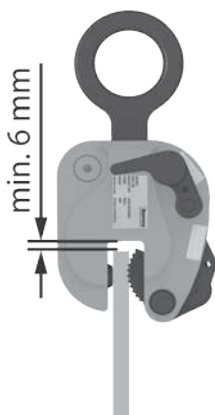

Fig. 19: Distanza morsa/lamiera
- Assicurarsi, se possibile, di creare uno spazio di circa 6 mm tra il pezzo da lavorare e la morsa (Fig. 19). Osservando questa misura si incrementa la durata utile della morsa.